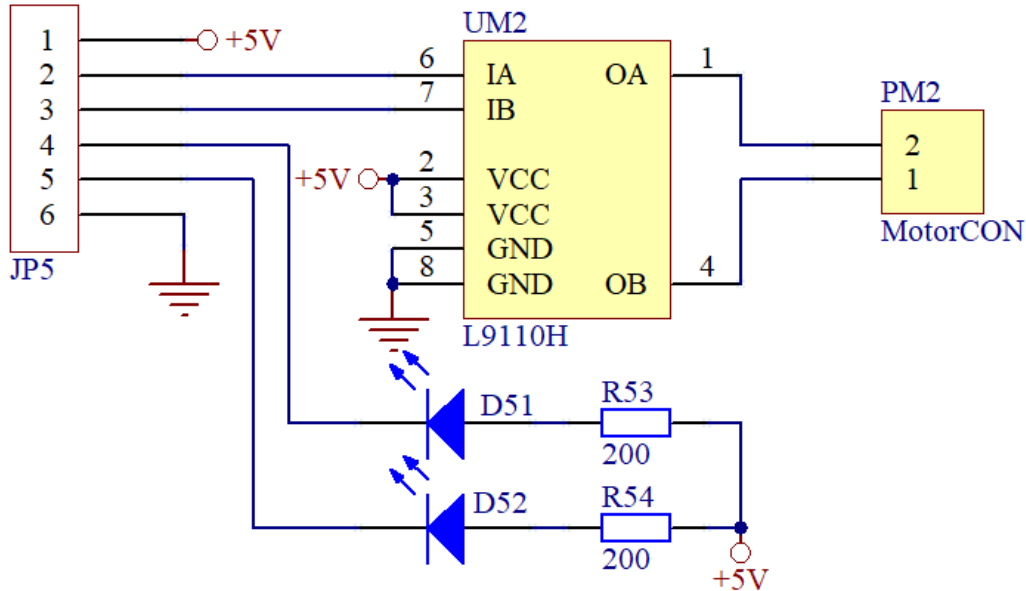

图 1 直流电机控制模块外围电路图
(1) 外围接口功能电路图如图 1 所示，按照电路原理图使用 PROTEUS 软件完成电路仿真图绘制。